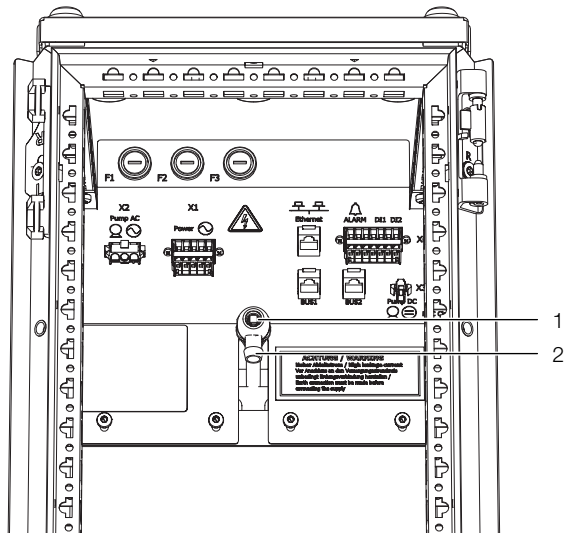

Fig. 88 : purge d'air de l'échangeur thermique
- Enfilez le tuyau d'écoulement, fourni parmi les accessoires, sur l'élément de raccordement de la soupape de purge (fig. 88).
- Ouvrez la vanne de purge (fig. 88, pos. 1) avec la clé carrée incluse à la livraison.